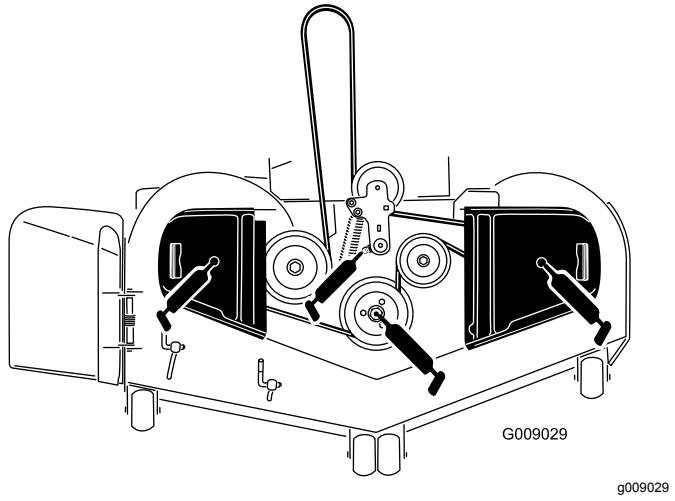

Figura 46
- Engrase el pivote de la polea tensora de la carcasa de corte hasta que salga grasa por el extremo inferior (Figura 46).
- Engrase los 3 cojinetes de los ejes hasta que salga grasa de las juntas inferiores (Figura 46).
- Engrase el brazo tensor de la correa de la carcasa (Figura 46).